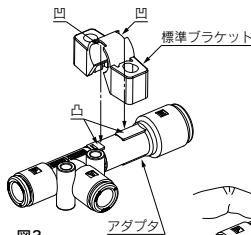

図3
① 標準ブラケットの凹部とアダプタの凸部を合わせて、ブラケットを上からかぶせるように装着する（図3）。